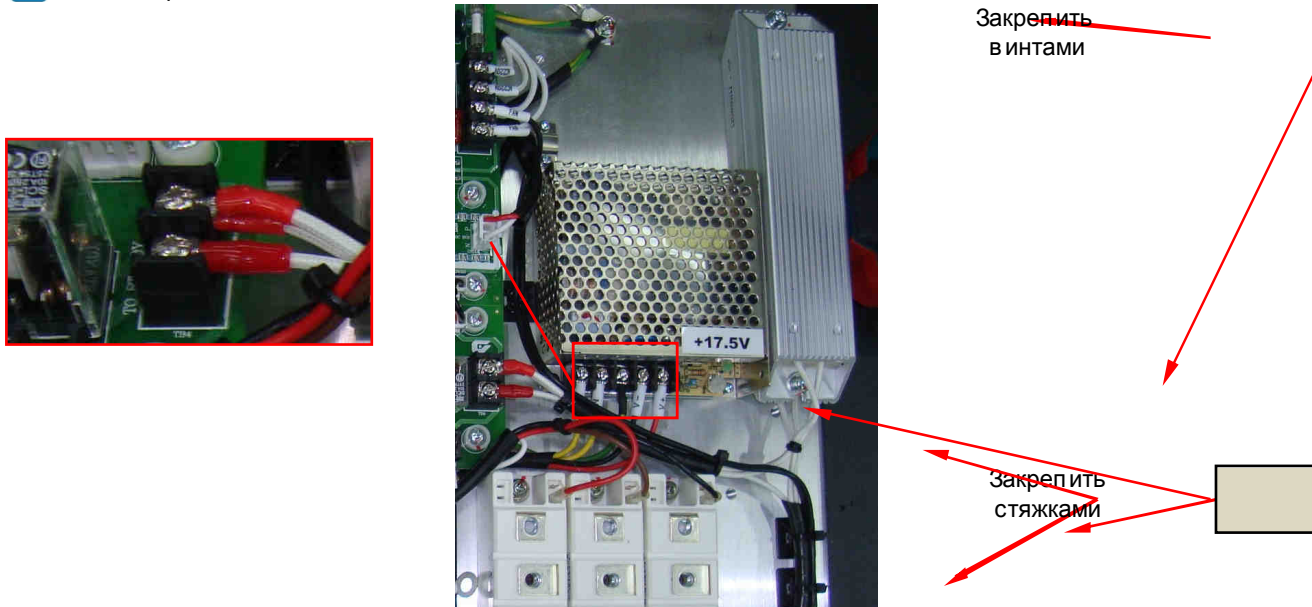

Рис. 7.11.
7.5.4. Установить резисторы предзаряда на радиатор, закрепив двумя винтами (рис. 7.11). Провода от резисторов предзаряда закрепить стяжками. Подключить провода с кольцевыми наконечниками к клеммной колодке ТВ4 (рис. 7.11).